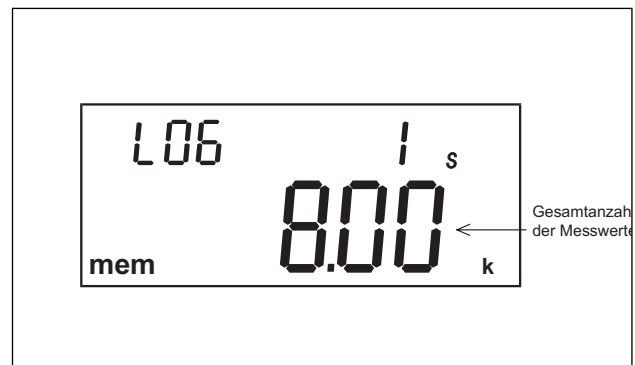

Abb. 8.5
- Wenn der interne Speicher voll ist, bevor die Funktion **AUFZEICHNUNG** beendet ist, wird die Funktion automatisch beendet. Folgendes wird angezeigt (Abb. 8.5), Beispiel für 8000 Messwerte im Intervall von 1 s: